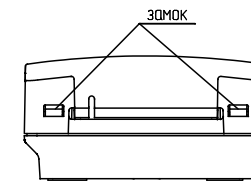

Рисунок 3
- 6.8 Для установки ИР необходимо отсоединить корпус от основания, нажав отверткой на замки (см. рисунок 3). (При этом кнопка должна быть в отжатом состоянии).